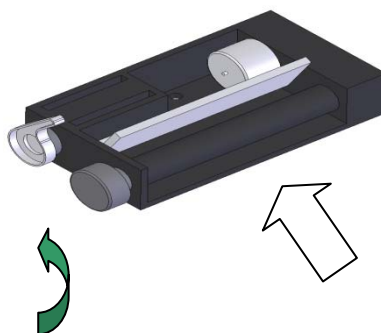

Рисунок 4-37 Очистка принтера
- Установите рычаг в максимально открытую позицию, используйте безворсовую салфетку, чтобы очистить нагревающуюся часть (рисунок 4-37)